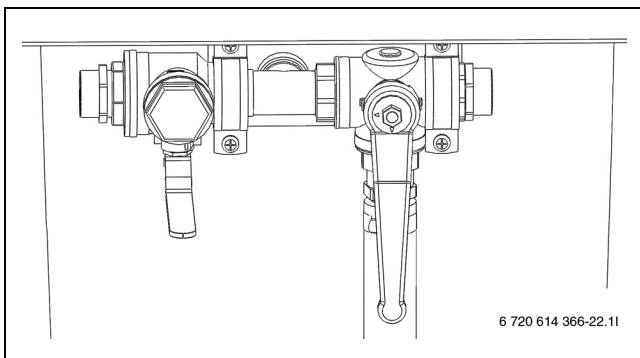

Fig. 23 Station de remplissage en mode mélange
- Placer les vannes de la station de remplissage en position de mélange (→ figure 23).